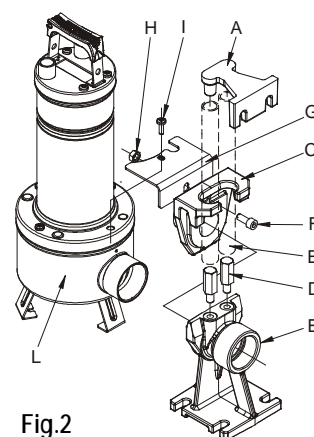

Fig.2
Para as instalações fixas aconselha-se a utilização do dispositivo de elevação DSD2 (disponível por encomenda - Fig.2) para facilitar as operações de manutenção na electrobomba. Inserido entre a boca de compressão da electrobomba e a tubagem evita, nas operações de manutenção, a desmontagem da tubagem de compressão. O dispositivo DSD2 é constituído por 8 detalhes, mais um não fornecido (tubos de 3/4"):
O pé de apoio deve ser posicionado no fundo e fixado com parafusos de ancoragem oportunamente dimensionados. O estribo de guia do tubo deve ser posicionado na parte alta do poço e inserido na extremidade de dois tubos de 3/4" (não fornecidos) que servem de escorregadioiro. Os dois tubos ligam o estribo ao pé de apoio. Posicionar o estribo de base em contacto com o filtro da bomba perto da boca de compressão, fixando-o com os dois parafusos previstos para o bloqueio da tampa do filtro. Retirar o parafuso superior da flange do lado da compressão (I). Montar o estribo anti-rotação (G). Voltar a montar o parafuso (I). Extrair a corrediça do pé de acoplamento e ligá-la com a boca de compressão da bomba. Utilizando o parafuso (F) e a porca (H) fixar a corrediça à bomba como indicado na figura. Voltar a posicionar o conjunto corrediça/bomba no pé (Fig.2)